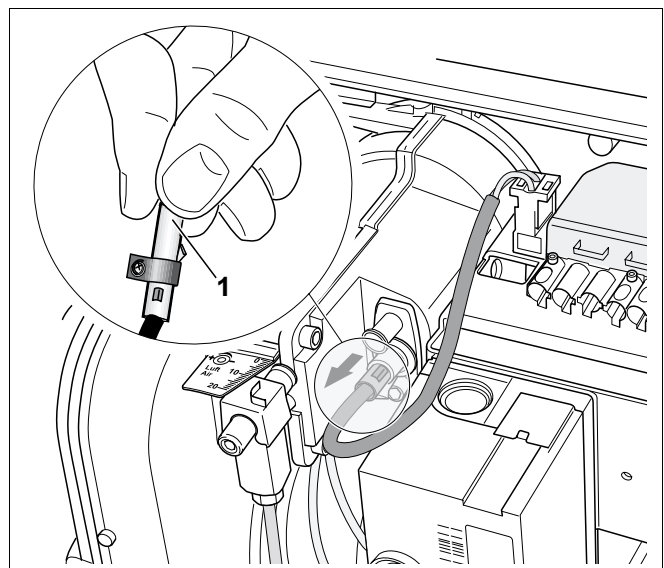

Fig. 14 Testarea funcției senzorului de flacără
- Cu arzătorul în funcțiune, se scoate senzorul de flacără din suport, trăgând de clema respectivă (Fig. 14).
- Se acoperă senzorul de flacără (Fig. 14, **Poz. 1**). După repornire trebuie să urmeze o deconectare la perturbație.